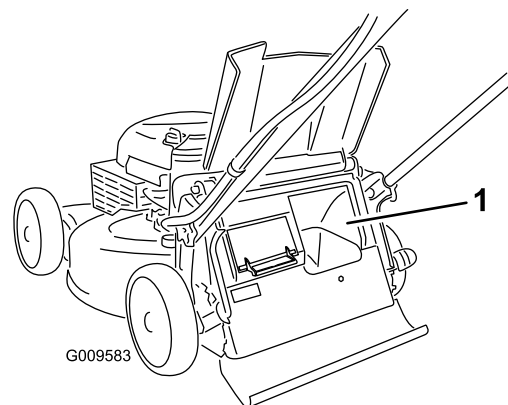

**Figure 16**
- Pour ramasser les déchets d'herbe et de feuilles, appuyez sur le bouton du levier de ramassage sur demande et déplacez le levier complètement en avant jusqu'à ce que le bouton ressorte (Figure 16).